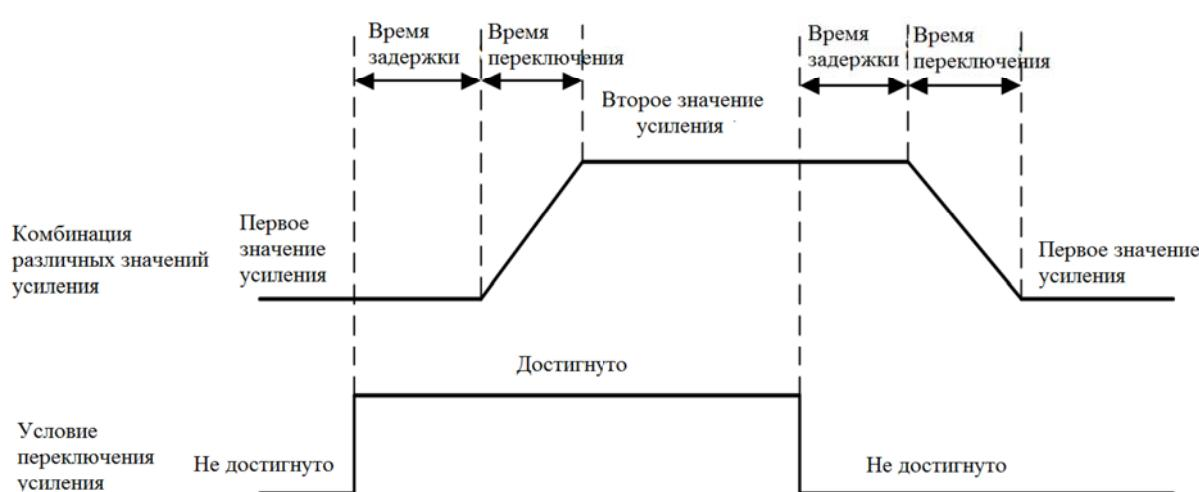

Рис.7-20 Процесс переключения усиления
**Функция:** Когда условие переключения усиления выполняется, коэффициент усиления изменяется линейно до заданного значения усиления за заданное в этом параметре время (0: функция отключена). См. рис. 7-20.
**Функция:** Когда условие переключения усиления выполнено, данное условие переключения должно поддерживаться определенное время, заданное этим параметром, а затем запускать процесс переключения. Это позволит избежать ошибки, вызванной помехами и другими факторами нестабильности системы. См. рис. 7-20.